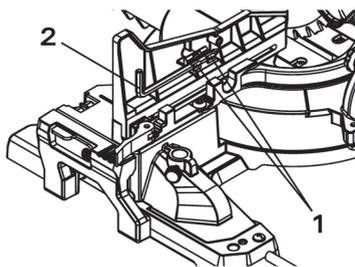

рис. 9
Для удобства хранения и предотвращения потери ключа для режущего диска (2), когда он не используется, в задней части выдвжного упора предусмотрен специальный отсек (1) (рис. 9).